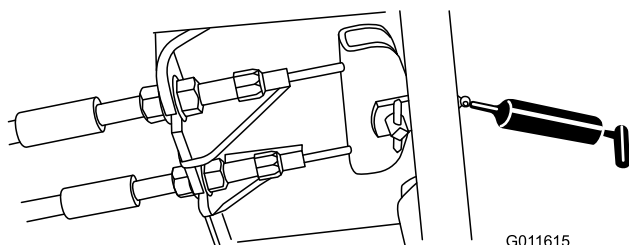

Рисунок 34
- Педаль тормоза (1 шт.) (Рисунок 34)